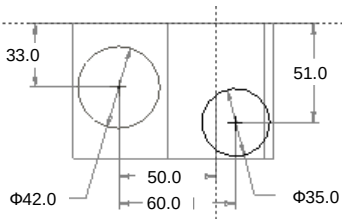

图 4.2.5 第二个截面
(3) 创建混合特征的第二个截面。右击,从弹出的快捷菜单中选择 **切换截面(I)** 命令;绘制图 4.2.5 所示的截面图形,完成绘制后,单击“确定”按钮 。